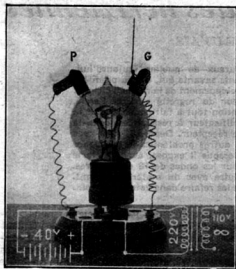

FIG. 1. — Émetteur de micro-ondes.
1. **Émetteur** (fig. 1). — On le constitue par une lampe à cornes, type T. M. C., de la Compagnie des Lampes Métal, spéciale pour ondes ultra-courtes. Le filament de cette lampe est chauffé sous une différence de potentiel de 3,1 à 3,2 volts. Sa corne grille porte une petite tige métallique d'environ 4 centimètres de hauteur formant antenne vibrant en quart d'onde; à cette corne aboutit un fil la reliant à un des pôles d'une source de courant alternatif de 220 volts dont l'autre pôle est relié au filament. La fréquence de ce courant alternatif qui modulera complètement les ondes produites sera, soit celle du secteur, soit mieux encore une fréquence musicale produite par un petit alternateur. Enfin la plaque de la lampe est simplement reliée au pôle *négalif* d'une batterie d'une quarantaine de volts dont le pôle positif est réuni au filament.